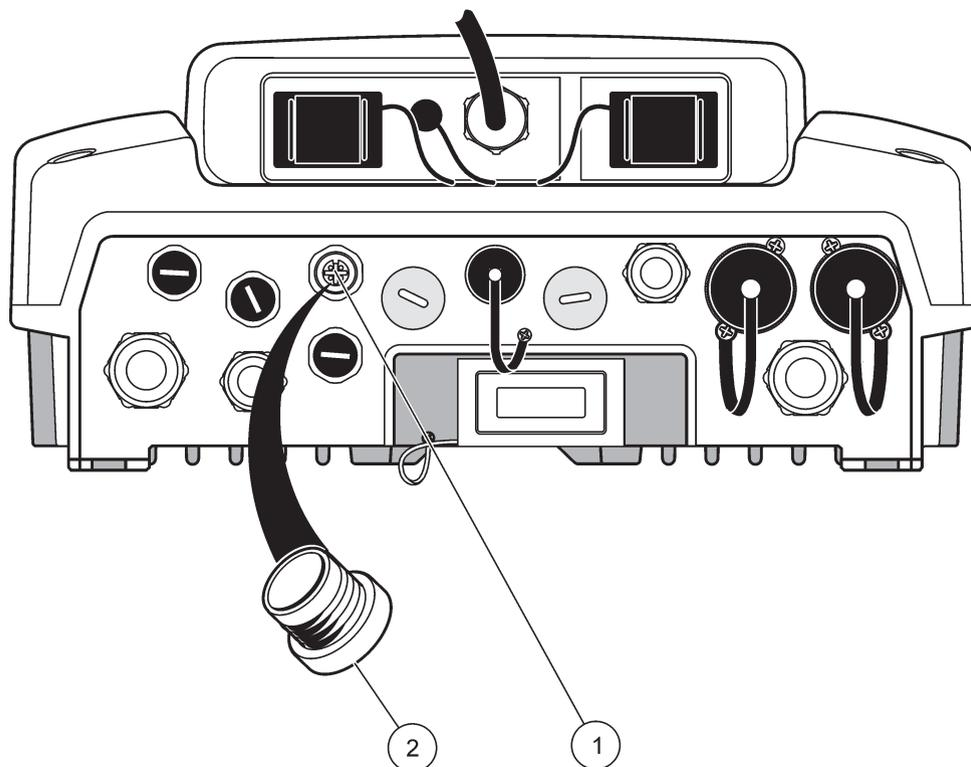

Figura 33 Removendo a tampa de proteção
1. Desenrosque a tampa de proteção do soquete do controlador (Figura 33). Retenha a tampa de proteção. Quando você remover a sonda, encaixe novamente a tampa de proteção.